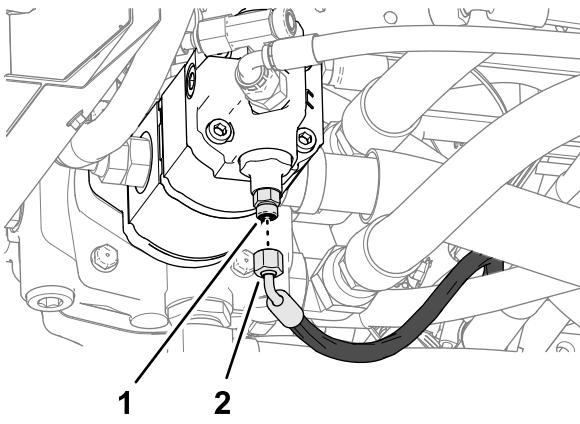

Figura 71
1. Desencaixe o tubo de deteção de carga da válvula de direção da união reta na parte inferior da bomba hidráulica (Figura 71).